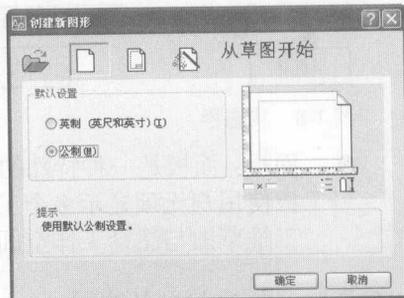

图 1-10 “创建新图形”对话框
(1) 启动 AutoCAD，执行【文件】→【新建】命令，打开“创建新图形”对话框，如图 1-10 所示。